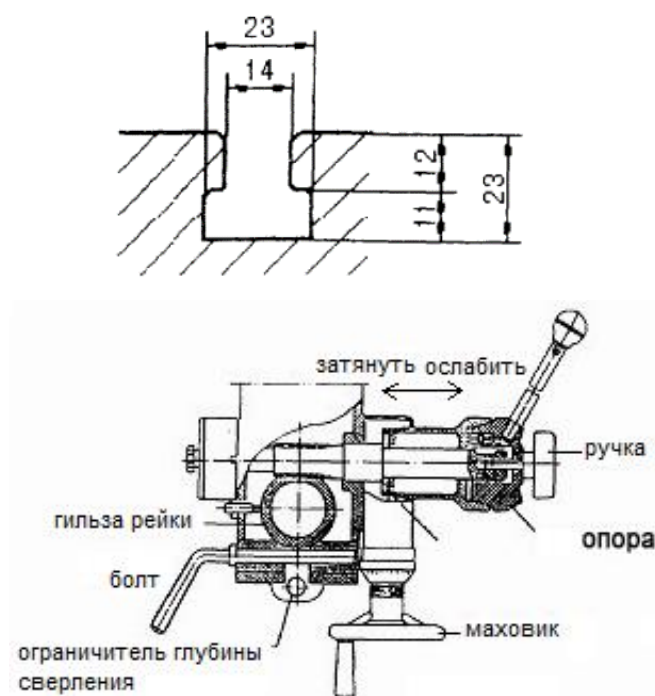

Рис. 2
2) Подготовка к фрезерованию (см. Рис.2) (без автоматической подачи)
(1) Подготовка к сверлению (см. Рис. 2) (без авто подачи)